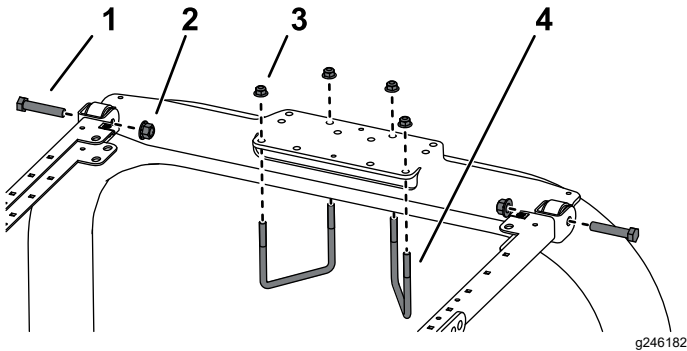

Figure 3
1. Placez le support du ROPS au sommet de l'arceau de sécurité du groupe de déplacement (Figure 3).